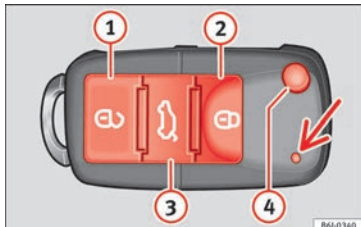

Fig. 50 Botões da chave com comando à distância.
Com a tecla **4** » **Fig. 50** do telecomando, destranca-se o palhetão da chave.
Destrancamento do veículo **2** » **Fig. 50** **1**.
Trancamento do veículo **8** » **Fig. 50** **2**.
Destrancagem da porta do porta-bagagens. Pressione o botão **3** » **Fig. 50** **3** até que todas as luzes indicadoras de mudança de direção do veículo pisquem durante breves segundos. Ao pressionar o botão de destrancamento **2** **3**, dispõe de 2 minutos para abrir o porta-bagagens. Uma vez decorrido este tempo, será novamente trancado.
Além disso, a luz de controlo da pilha da chave » **Fig. 50** (seta), pisca.
Pressionando uma vez o botão **2** » **Fig. 50** **1**, apenas se abrirá a porta do condutor, permanecendo as restantes fechadas.
Pressionando duas vezes o botão **2** » **Fig. 50** **1**, todas as portas serão destrancadas.
- Pressionar o botão  » Fig. 50 do comando à distância.